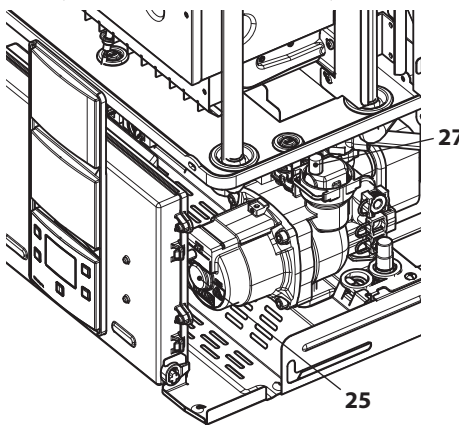

Рисунок 6.3
- Ослабить пробку автоматического воздухо-выпускного клапана 27, см. Рисунок 6.3.
- Снять пробку 25, см. Рисунок 6.3, и разблокировать насос, провернув ротор отверткой. Во время этой операции выпустить воздух из насоса.